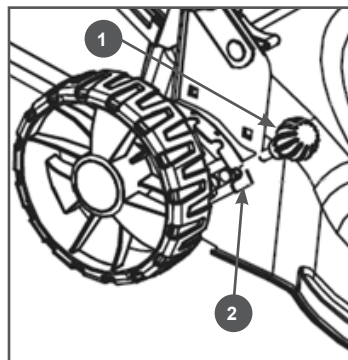

Рис. 9 Регулировка высоты кошения
10. Для регулировки высоты кошения, измените положение рычага регулятора 1 (Рис. 9) следующим образом. Выведите рычаг 1 из зацепления с сектором регулятора 2 (Рис.9). Переместите рычаг регулятора в другое положение.